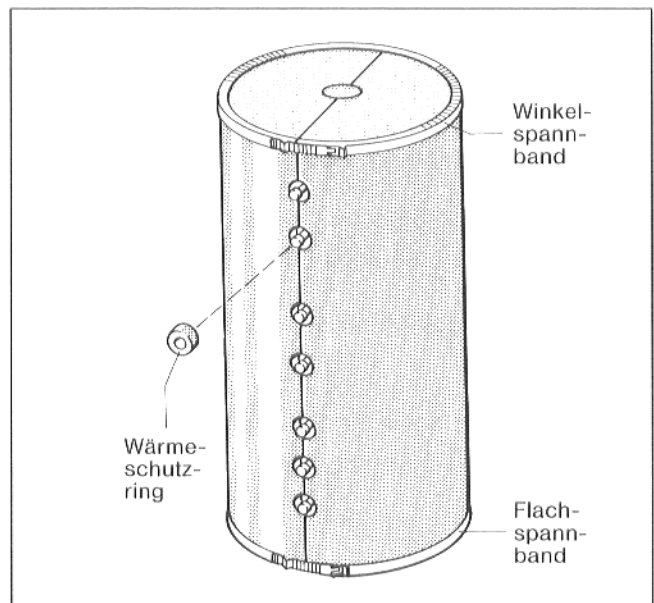

Abb. 9
- 1 Winkelspannband oben um die Wärmeschutzsegmente legen, Haubenhälften ausrichten und Spannband anziehen (Abb. 9).
- Wärmeschutzringe um alle Anschlußstutzen legen (Abb. 9).